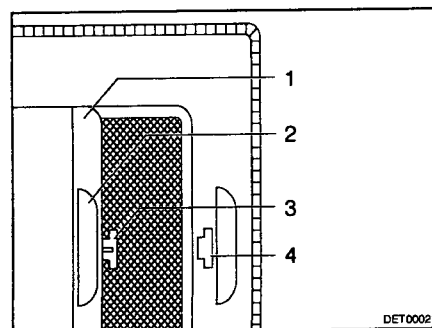

Bild 21 Verdunklungsrollo
- Verdunklungsrollo (Bild 21,1) am Griff (Bild 21,2) ziehen und Haken (Bild 21,3) in die Öffnung (Bild 21,4) einhängen.
- Haken (Bild 21,3) aus der Öffnung (Bild 21,4) ziehen und Verdunklungsrollo zurückführen.